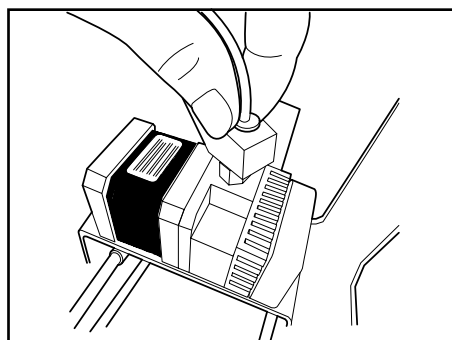

Figure 6.2 Faites pression sur la pièce de raccord et la languette du guide Fibonacci vers le haut
- 3 Retirez le guide de Fibonacci de l'extrudeuse. Pour cela, faites pression sur la pièce de raccord de l'extrudeuse vers le bas et la languette du guide de Fibonacci vers le haut (fig. 6.2).